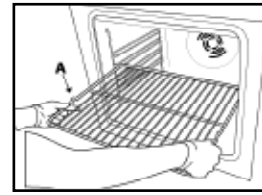

Fig. 1
1. Insérez la grille horizontalement, la partie rehaussée « A » orientée vers le haut (Fig. 1).